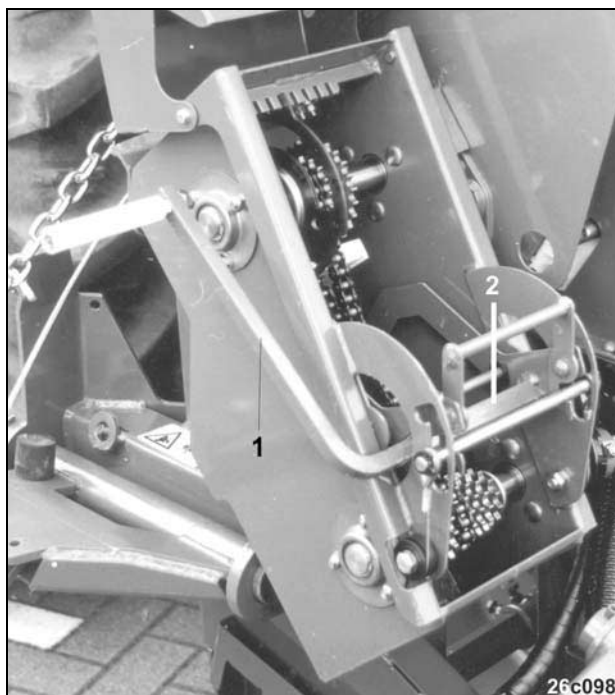

Fig. 108
- Afdraaislinger (Fig. 108/1) in de hand nemen en in de vierkante pijp (Fig. 108/2) steken.